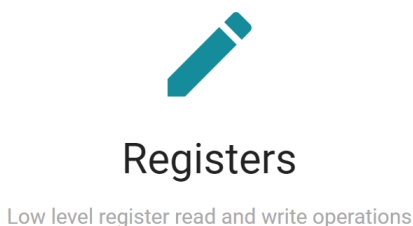

图 3-6. 寄存器页面图标
3. 点击图 3-6 所示的 *Registers* 图标（左侧的菜单也提供了该图标），以查看寄存器映射，更改器件设置，并启用自动寄存器读取。有关寄存器或寄存器位字段的问题，请选择 ? 图标。有关寄存器的更多问题，请查看数据表。